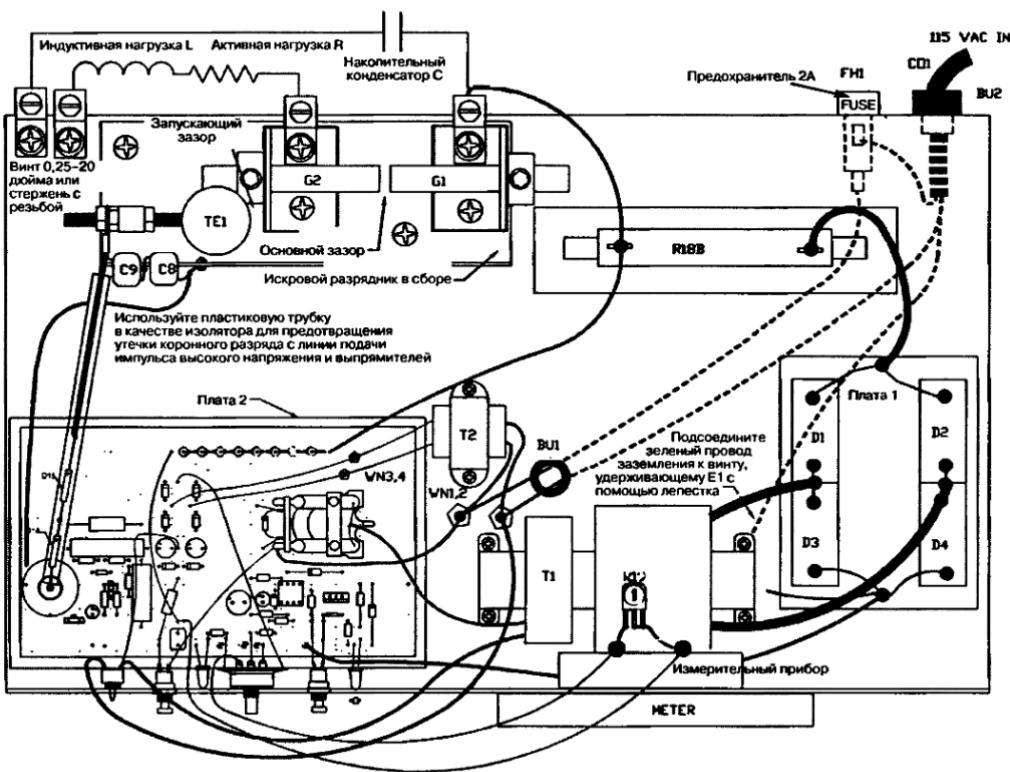

Рис. 3.6. Общий вид устройства в сборе
- Примерьте контрольную панель и просверлите необходимые отверстия для средств управления, индикаторов и т.д. Обратите внимание на изоляционный материал между шасси и частями устройства, см. на рис. 3.6 часть PLATE1. Этого можно добиться с помощью небольшого количества силиконового клея-герметика RTV с комнатной температурой вулканизации. Просверливайте соответствующие отверстия по мере выполнения работы, проверяя правильность расположения и габаритов.
3. Примерьте остальные части (см. рис. 3.6) и просверлите все необходимые для монтажа и размещения отверстия. Обратите внимание на держатели плавких предохранителей F1/FS1 и изоляцию шнура входного питания BU2. Они расположены на нижней стороне шасси и показаны пунктирными линиями.
2. Подсоедините конденсатор 30 мкФ, 4 кВ и резистор 5 кОм, 50 Вт в качестве С и R, как показано на рис. 3.6.